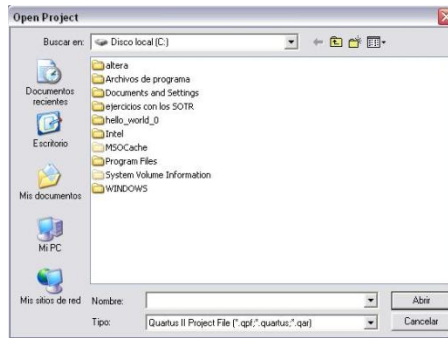

Figura D39 Ventana de apertura de proyecto
3. Se despliega la ventana que es utilizada como buscador del archivo **.qpf** el cual contiene la configuración del hardware de la tarjeta con la que vamos a trabajar Figura D39.